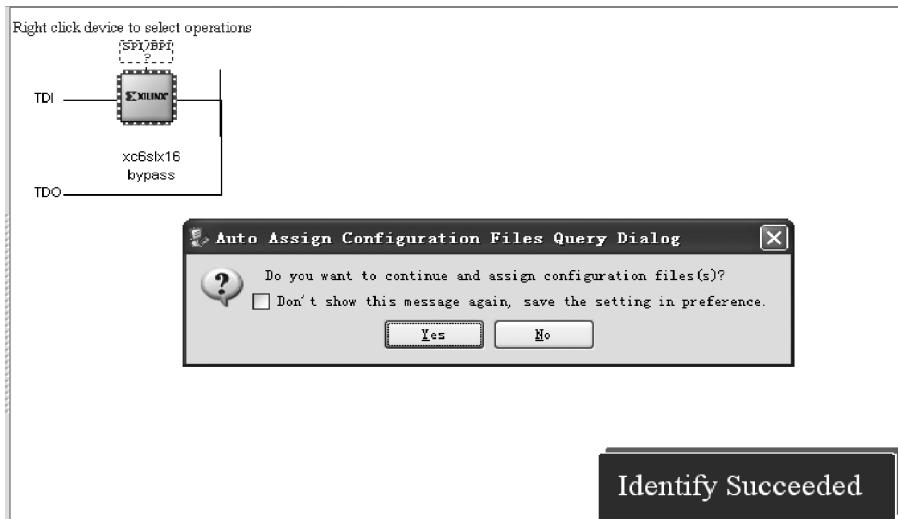

图 3.70 JTAG 链路扫描 FPGA 器件
(7) 出现进度条，扫描 JTAG 链路上的器件。当 JTAG 扫描成功时，出现图 3.70 所示的界面。从图中可以看到设计所选择的器件 xc6slx16 出现在扫描链路中，表示扫描数据由 TDI 输入，TDO 输出，并且提示 Identify Succeeded(识别成功)标志。